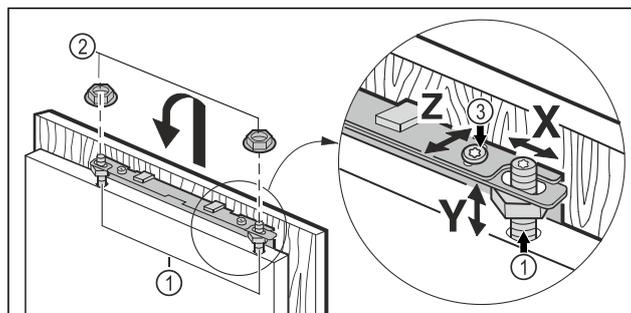

Fig. 18
- ▶ Agganciare la porta del mobile sui bulloni di registrazione Fig. 18 (1) e avvitare i controdadi Fig. 18 (2), senza serrarli, sui bulloni di registrazione.
- ▶ Allineare la porta del mobile all'altezza **Y** e all'inclinazione laterale: Regolare i bulloni di registrazione *Fig. 18 (1)* con un cacciavite.
- ▶ Serrare *Fig. 18 (3)* i controdadi.